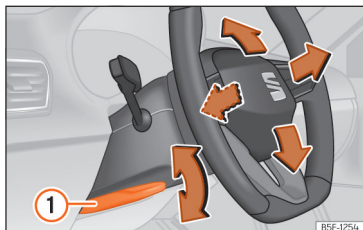

Fig. 91 Alavanca na parte inferior do lado esquerdo da coluna de direção
• Puxe a alavanca »» **Fig. 91** ① para baixo, mova o volante até à posição desejada e volte a subir a alavanca até ao ponto de fecho.
• Após ajustar a coluna da direção, empurre firmemente a alavanca »» **Fig. 91** ① para cima para que o volante não mude de posição acidentalmente durante o andamento.